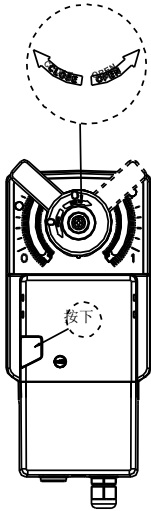

图 7
3. 如图 7, 按下离合按钮, 可手动转动手柄使阀体开关(力过大转不动时需要用工具辅助)。